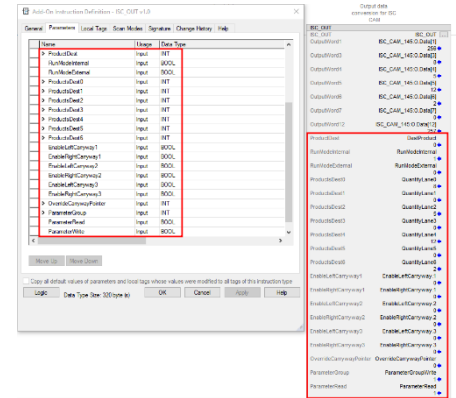

Figure 38: Input Data Types for AOI_ISC_CAM_v2_OUTPUTS
28. 添加与 AOI 相应的 ISC CAM 的输出字，见图 38。其中有一组 UDT 包含了所有的参数，见 30-33 的说明。
29. 为 AOI_ISC_CAM_v2_OUTPUTS 的所有参数创建一组独有的数据类型名称，图38。